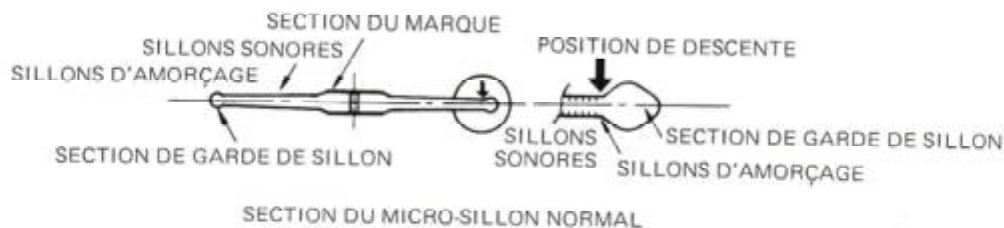

Fig. 11
2. Régler de façon que le style descend à la position illustrée par la Fig. 11.